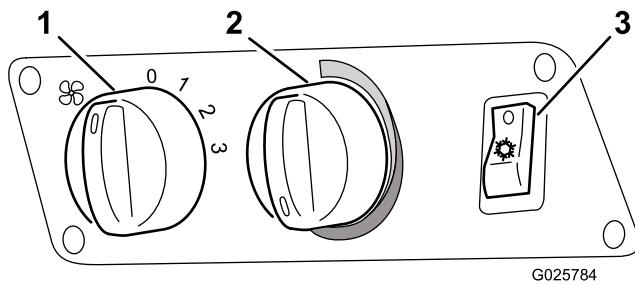

Figure 5
2. Mettez le ventilateur en marche (Figure 5).
3. Mettez la climatisation en marche (Figure 5).
4. Réglez la commande de température (Figure 5) à la position la plus froide (tournez à fond dans le sens antihoraire).